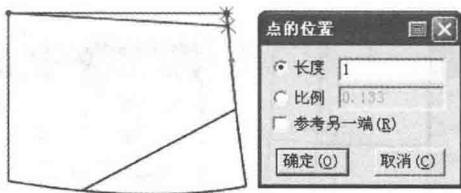

图 7-101 袋布步骤 2
②选择 【智能笔】工具在袋布口 1cm 画一条线(图 7-101)。